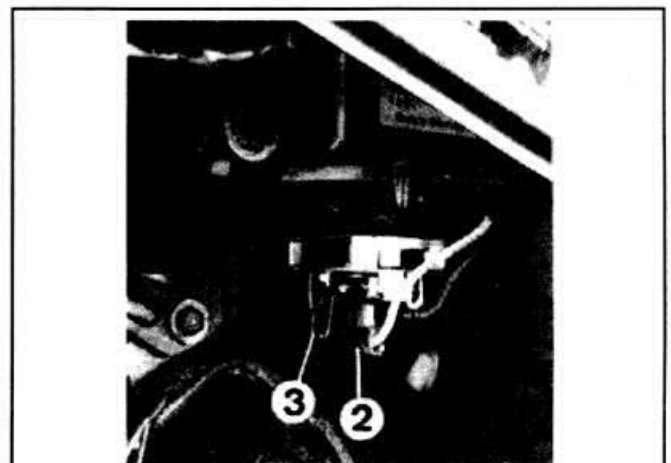

Рис. 1-34. Замена ламп фар:
- Разъединить разъем 2 (рис. 1-34).